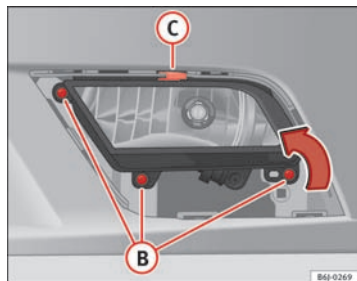

Fig. 159 Tågeforlygte
- Skru skruerne (3x) ⇒ Fig. 159 (B) ud for at tage tågeforlygten ud.
- Træk metalclipsen på oversiden af tågeforlygten af i retning mod bilens yderside ⇒ Fig. 159 (C).